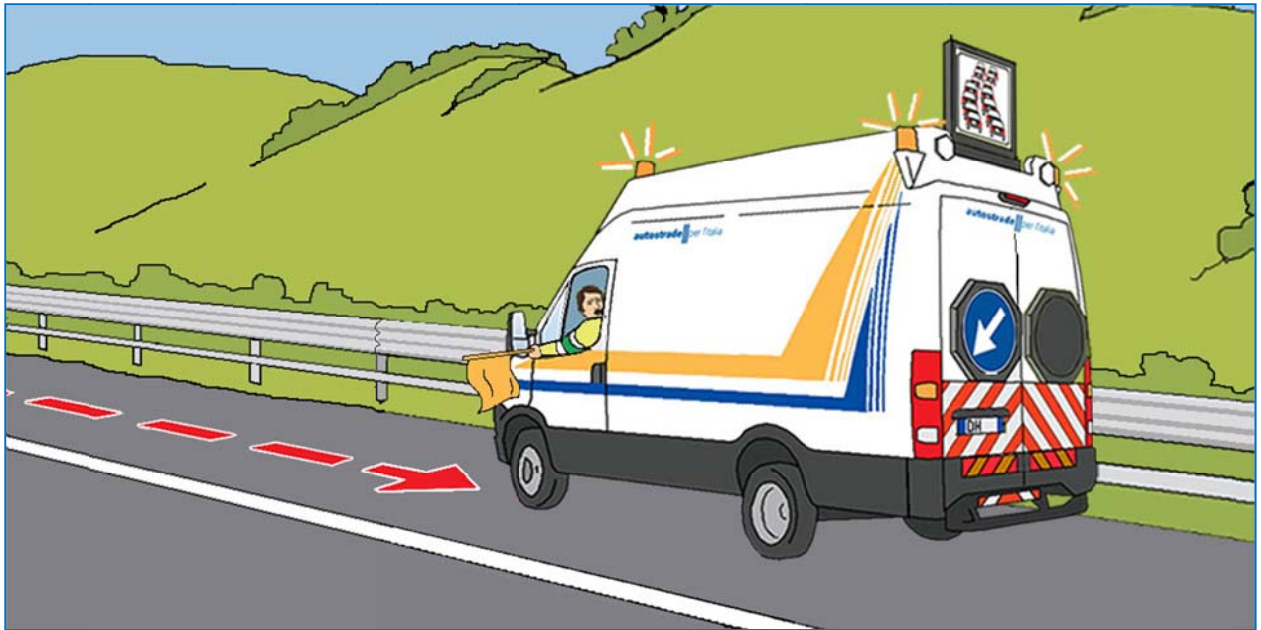

Fig. 14
- disattivarlo e ricaricarlo a bordo; arretrare ulteriormente se necessario, segnalando con gli appositi pittogrammi del PMV in dotazione l'eventuale rallentamento o coda formatasi nel frattempo; a veicolo fermo integrare eventualmente con azione di sbandieramento dal posto guida (fig.14)